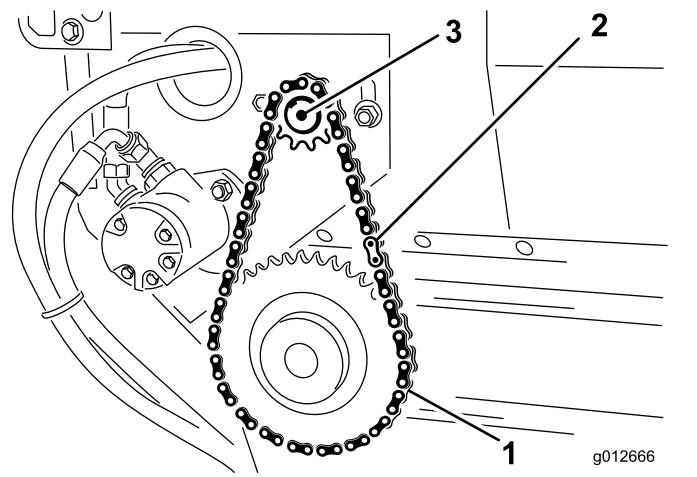

**Figure 31**
- De chaque côté de la machine, fixez la trémie sur les rails du cadre coulissant (Figure 31) à l'aide des 2 vis, des 2 rondelles et des 2 contre-écrous que vous avez retirés sous Démontage du plateau coulissant \(page 24\).